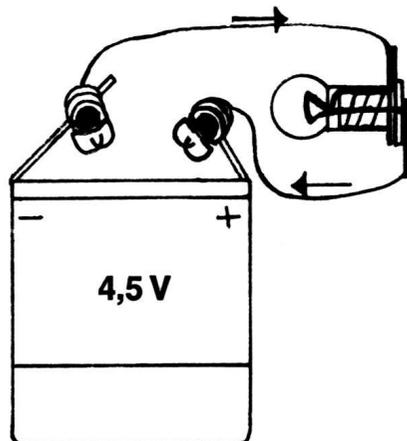

Abb. 36
*Aus dem Minuspole der Batterie tritt der elektrische Strom heraus. Er fließt dann durch die Kabel und die Glühlampe zum Pluspol zurück (Abb. 36). Da man das früher noch nicht so genau wußte, sagte man, der Strom fließe von + nach -. Du findest diese Ansicht heute noch oft. Tatsächlich fließt er aber umgekehrt. Darum merke dir:*